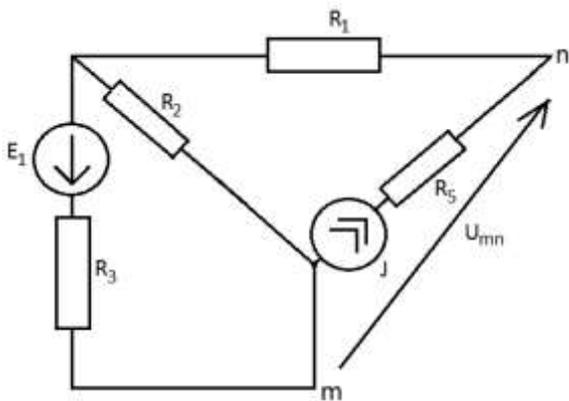

Рис. 123
1.5.1. Найдем ток I_4 . Ветвь с данным током обрываем, обозначая напряжение между узлами m и n U_{mn} (см. рис. 123). Получившаяся схема представляет собой эквивалентный генератор.